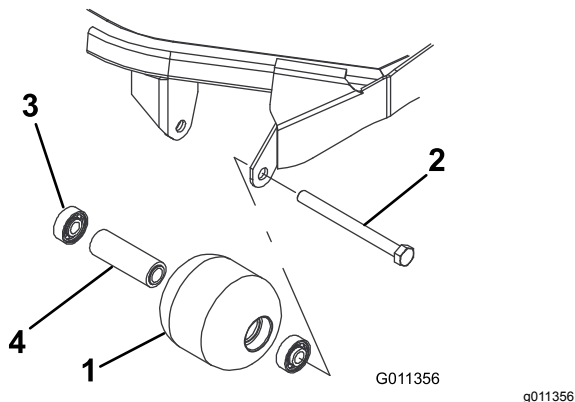

図 92
1. ローラ取り付けボルトを外す 図 92。
1. 第一のベアリングをローラハウジングに押し込む 図 92。アウターレースのみを押すか、インナーレースとアウターレースを均等に押すかする。
2. スペーサを入れる 図 92。
3. 第二のベアリングをローラハウジングに入れる 図 92 このときは、インナーレースがスペーサに接触するまで、インナーレースとアウターレースを均等に押す。
4. ローラハウジング、ベアリング、ベアリングスペーサに破損がないか点検する 図 92。破損している部品を交換し、組み立てを行う。